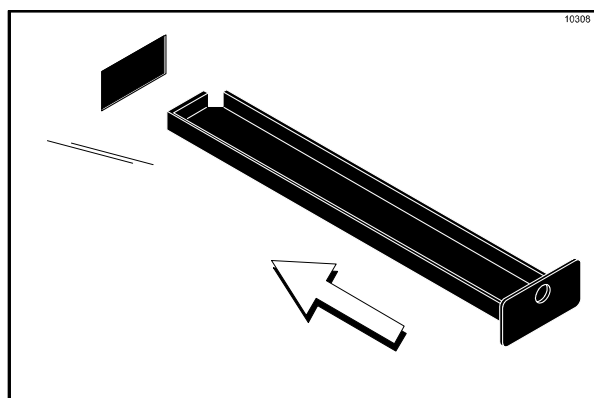

Figura 66
12. Remova, limpe e reinstale as duas pingadeiras com entalhes nos painéis laterais esquerdo e direito. (Veja a Figura 66.)